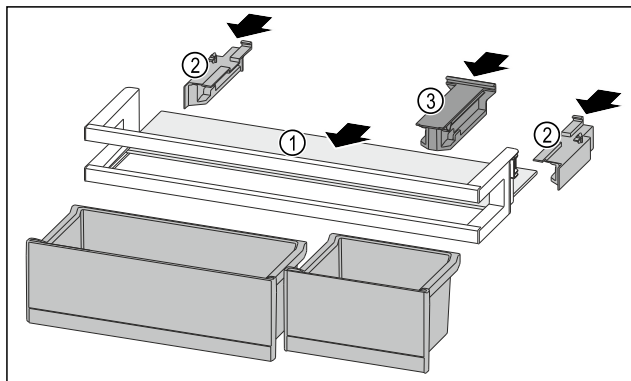

Fig. 140
- Futni raftin mbajtës Fig. 140 (1) në folëtë anësore.
- Vendosni pjesët anësore Fig. 140 (2).
- Vendosni pjesën mbajtëse Fig. 140 (3).